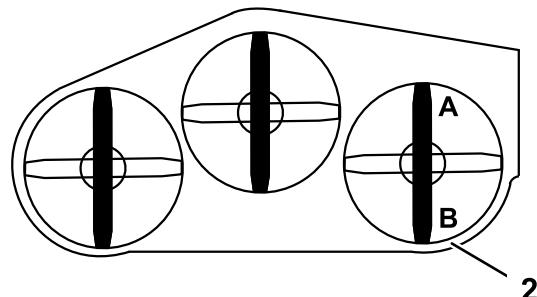
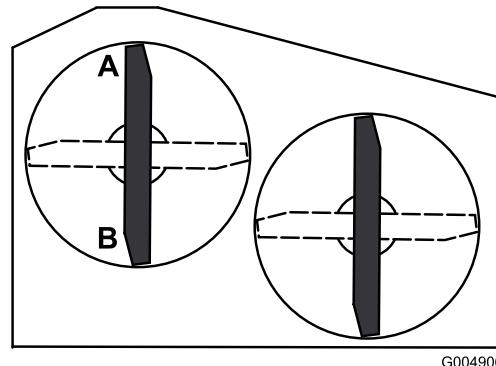

Figura 66
Figura 67
2. Coloque una cuchilla en posición longitudinal. Mida en las posiciones **A** y **B** desde una superficie nivelada hasta el filo de corte de los extremos de la cuchilla (Figura 66 o Figura 67). Para carcassas de corte de 36 pulgadas, consulte la Figura 67.
4. Coloque las cuchillas en posición longitudinal. Mida en las posiciones C y D (Figura 66) desde una superficie nivelada hasta el filo de corte de las cuchillas.